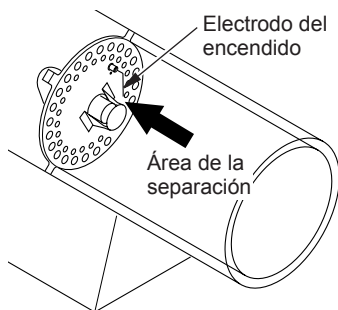

Figura 12 - Distancia mínima entre el electrodo del encendido y la placa de fijación
7. Ajuste la distancia entre el electrodo del encendido y la placa de fijación a 4.3 mm (0.17") (consulte la figura 12).